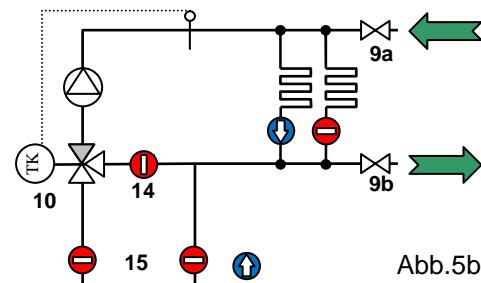

Abb.5b
Zum Füllen und Spülen der einzelnen Heizkreise den Füllschlauch an den Vorlauf (9a) und Entleerschlauch an den Rücklauf (9b) anschließen (Abb.5b). Den zu spülenden Heizkreis und die Hähne (9a und 9b) öffnen. Heizkreis in Flussrichtung durchspülen bis die Luft und etwaige Verunreinigungen vollkommen aus dem Kreis beseitigt sind. Der Rückflussverhinderer (14) im Mischer Bypass verhindert dabei eine Kurzschlussstrecke beim Spülen.